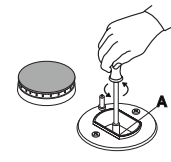

Abb. 9
- Die Düsen mittels eines 7 mm Steckschlüssels abschrauben (siehe Abb.9), und durch die entsprechenden der neuen Gasart (siehe Tabelle 1 "Merkmale der Brenner und Düsen") ersetzen. Sämtliche Teile in umgekehrter Reihenfolge wieder einsetzen.